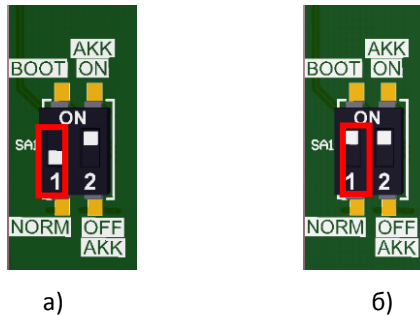

Рисунок 45. Тумблер 1 переключателя SA1: а) в положении NORM; б) в положении BOOT
2. Установить тумблер **1** переключателя **SA1** в положение **BOOT** (см. рисунок 45). Изделие произведет восстановление данных внутренней памяти в автоматическом режиме: произойдет удаление кода защиты изделия, восстановятся реквизиты по умолчанию.
3. Включить изделие. Переставить тумблер **1** переключателя **SA1** в положение **BOOT** (см. рисунок 45).